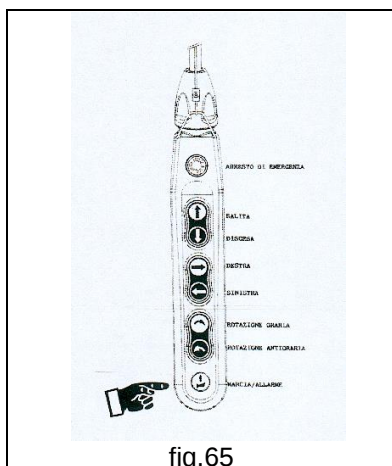

fig.65
- **TOUJOURS** avertir, au moyen de la sirène, le personnel qui travaille à proximité de la zone de manœuvre de la potence du début des opérations de manutention de la charge. (fig.65).